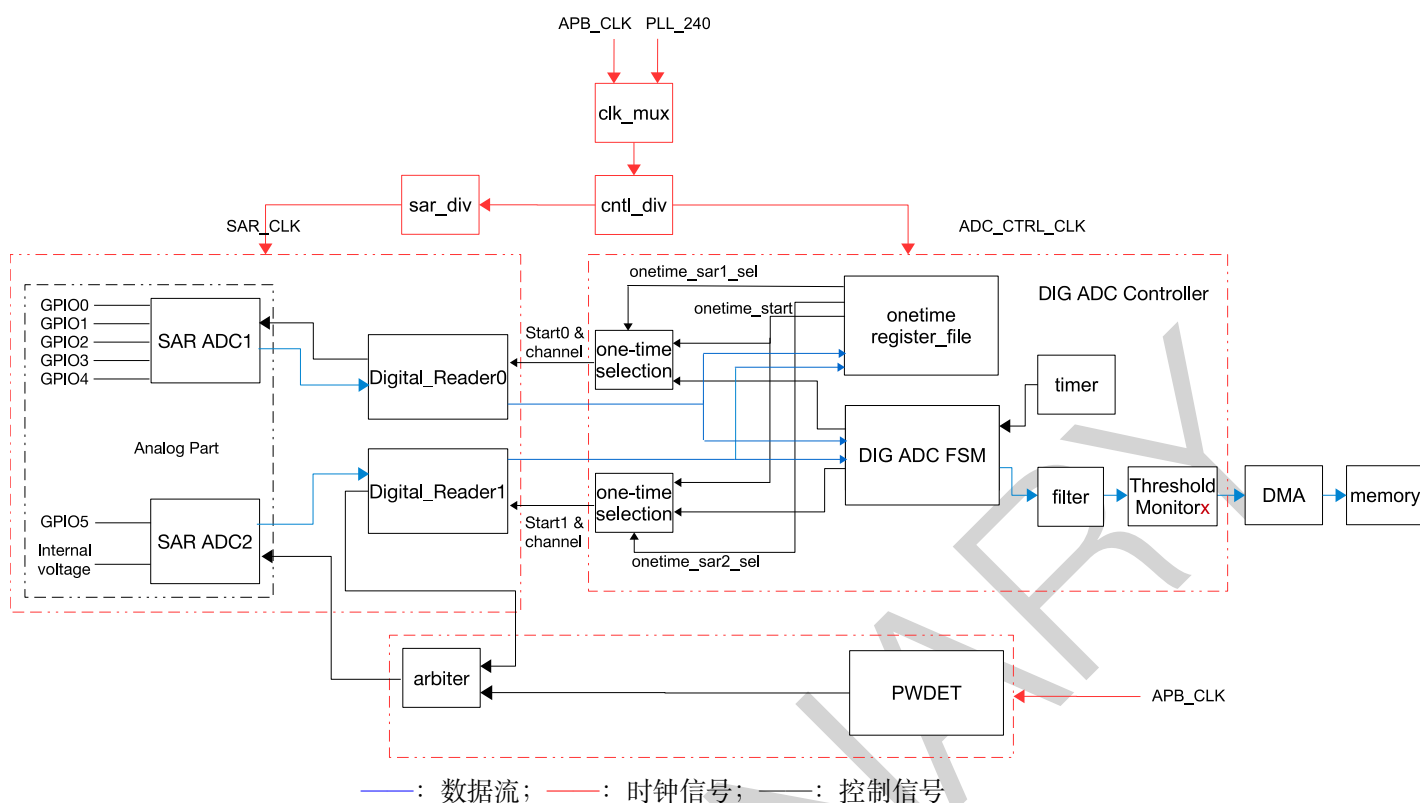

图 33-1. SAR ADC 的功能概况
SAR ADC 的主要元件与连接情况见图 33-1。
如图 33-1 所示，SAR ADC 模块主要包括以下元件：
- 将数据传输给滤波器 (filter)，然后阈值监控器 (threshold monitor) 通过 DMA 将数据传输给内存（见图 33-1）；